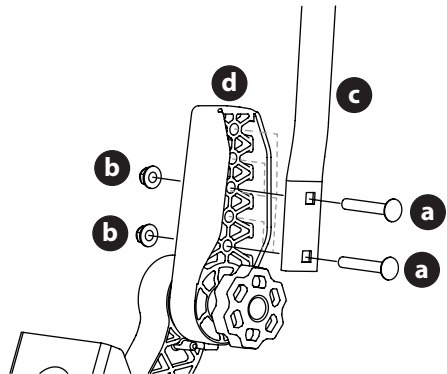

Figure 12
1. Retirez les deux boulons de carrosserie (a) et les deux écrous autobloquants (b) qui fixent la barre de conduite (c) au dispositif de réglage (d) (Figure 12).
2. Placez la barre de conduite à la hauteur désirée et retenez-la avec les boulons de carrosserie et les écrous autobloquants à bride (Figure 12).
4. Si les stabilisateurs ne sont pas alignés après le réglage du bouton, desserrez les écrous (b), alignez les stabilisateurs et resserrez les écrous. Une fois ce réglage fin effectué, les barres stabilisatrices s'alignent lors de l'ajustement du bouton (Figure 12 à la page 85).